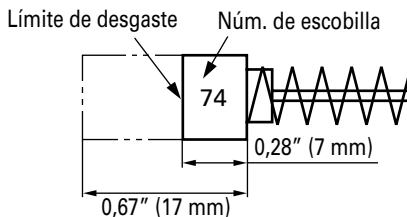

Fig. 11
- Inspeccionar los carbones de contacto (Fig. 11)
Utilice las escobillas HITACHI Núm. 74 indicadas en la Fig. 11.